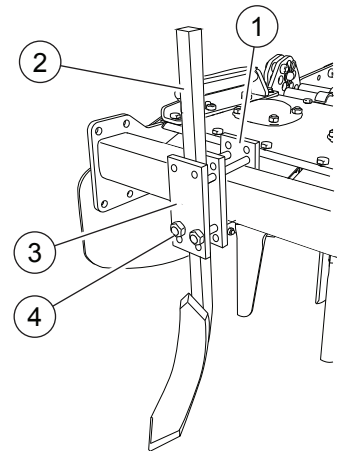

FIG. 13
Den Scharen-Träger (1, "Fig. 13") auf der Vorderschiene einbauen. Den Tiefenlockerer (2) zwischen den Platten einsetzen (2). Die Höhe des Bodens regulieren. Die Schraubenmutter festdrehen (4).